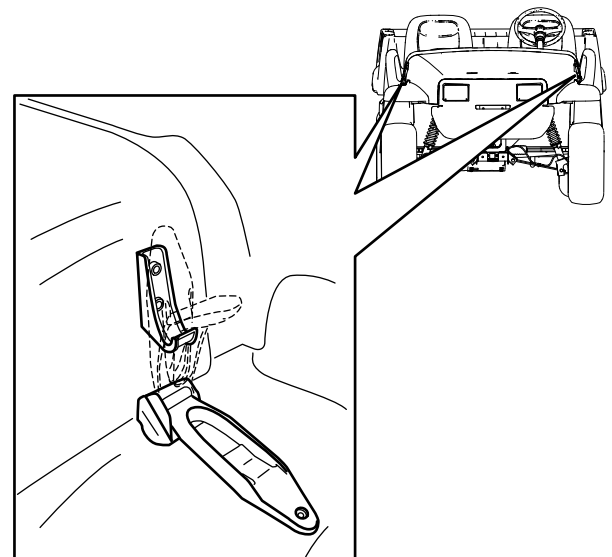

Figure 28
1. Soulevez la poignée des loquets en caoutchouc de chaque côté du capot (Figure 28).
2. Fixez le capot en place en alignant les loquets en caoutchouc sur les ancrages de verrouillage de chaque côté du capot (Figure 28).